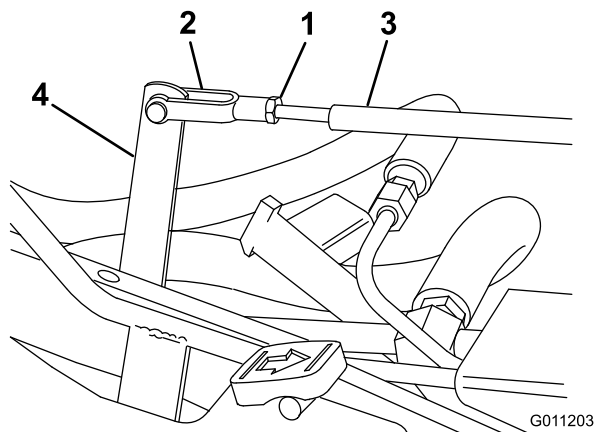

Figura 42
3. Mova a alavanca de ajuste à mão para nivelar os pedais de corte e elevação e ajuste a forquilha da barra de controlo até que o orifício da forquilha esteja alinhado com o orifício da alavanca de ajuste (Figura 42).